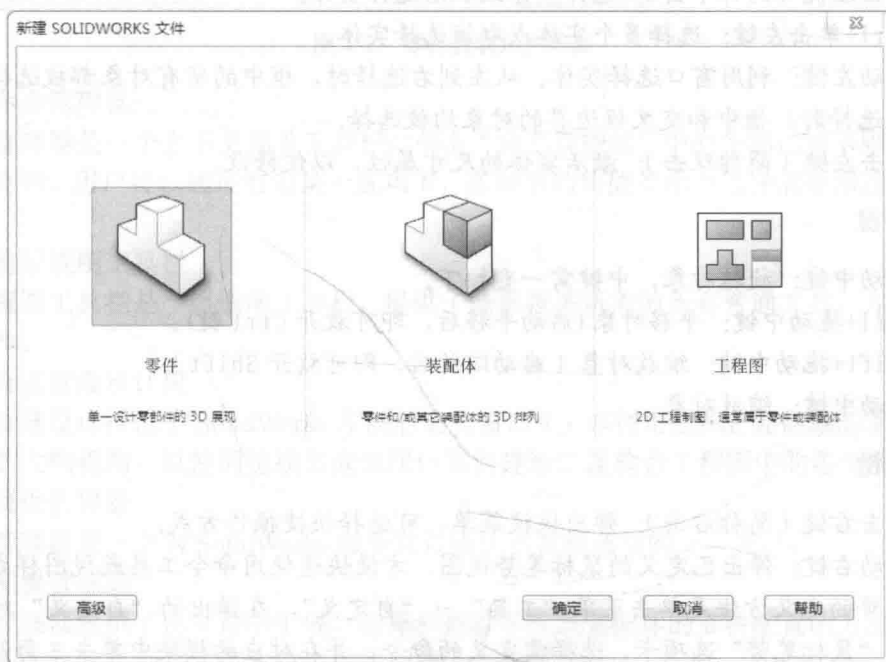

图 1-5 “新建 SolidWorks 文件”对话框
- ◇ 单击“标准工具栏”中“新建”按钮, 或单击菜单“文件”→“新建”, 弹出“新建 SOLIDWORKS 文件”对话框, 如图 1-5 所示。